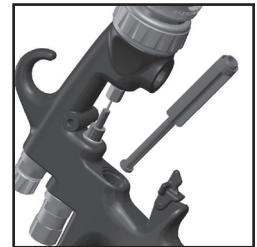

Fig. 30
5. Desenganchar el sello trasero utilizando una herramienta de servicio. (Ver Fig. 30 y 31)